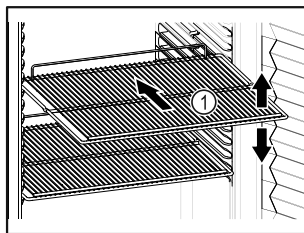

Fig. 61 Vejledende illustration
- Tilpas højden, når bæreristene Fig. 61 (1) kan flyttes.